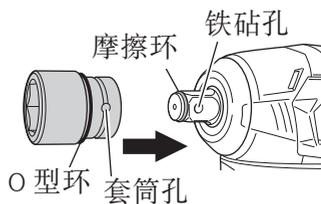

图 6
- (1) 将O型环滑出凹槽，将套筒孔与铁砧孔对齐，将铁砧插入套筒。(图6)